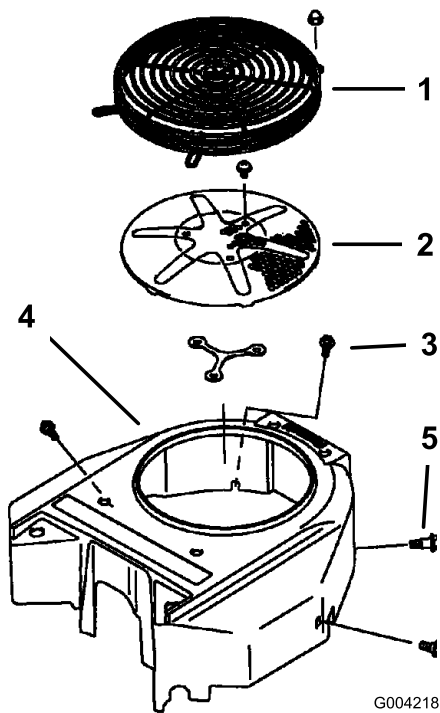

Bild 71
Entfernen Sie Schnittgut, Schmutz und andere Rückstände vor jedem Einsatz der Maschine vom Motorgitter. So gewährleisten Sie eine ausreichende Kühlung sowie die korrekte Motordrehzahl und reduzieren die Gefahr einer Überhitzung und mechanischer Motorschäden (Bild 71).
3. Entfernen Sie das Luftansauggitter, den Rücklaufstarter und das Lüftergehäuse (Bild 71).
5. Montieren Sie das Luftansauggitter, den Rücklaufstarter und das Lüftergehäuse (Bild 71).